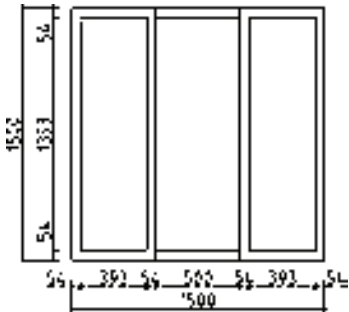

图 11-28 绘制立面窗
5) 调用“L”（直线）命令、“O”（偏移）命令、“TR”（修剪）等命令，绘制立面窗，如图 11-28 所示。